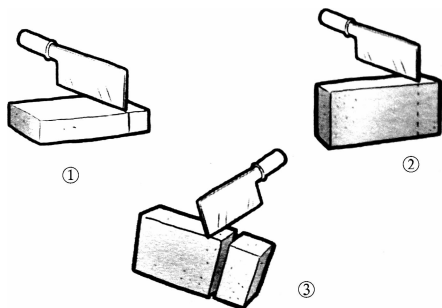

图 1-40 七分头砍砖
(1) 七分头砍砖:砍砖要挑选质量好的砖,以声音清脆为好。标定砍凿部位,用刨镩或瓦刀划痕记,用力砍下(图 1-40)。